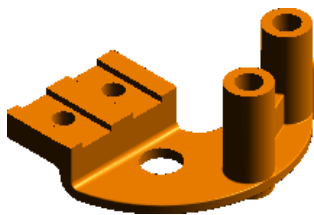

图 10.4.4 定义视图方位
- (1) 单击 **图纸视图** 区域的“视图向导”按钮，系统弹出“选择附件”对话框。单击 **确定** 按钮。
- (2) 然后在系统弹出的“图纸视图创建向导”对话框中选中 **在以下视图中显示相切边** 下的 ☒ **正视图** 复选框，单击 **下一步(N) >** 按钮，然后单击 **定制(C)...** 按钮，系统弹出“定制方向”对话框。
- (3) 在“定制方向”对话框中单击“常规视图”按钮，调整视图方位如图 10.4.4 所示，单击 **关闭** 按钮，然后单击 **完成(F)** 按钮。